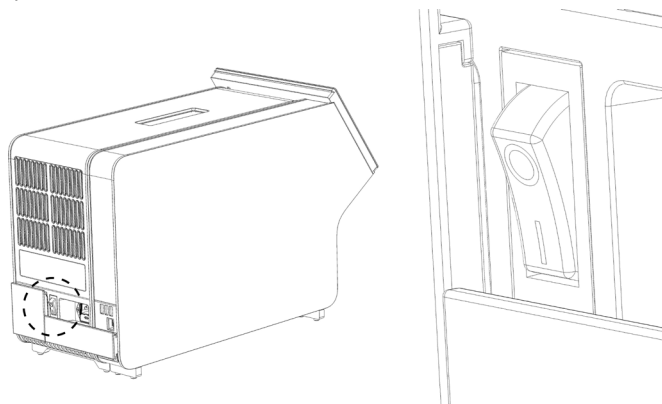

Figure 21. Localisation de l'interrupteur d'alimentation et passage en position « I ».
10. Mettez l'instrument sous tension en plaçant l'interrupteur d'alimentation à l'arrière du module analytique sur la position « I » (figure 21, page suivante). Vérifiez que les voyants d'état des modules analytique et opérationnel sont bleus.